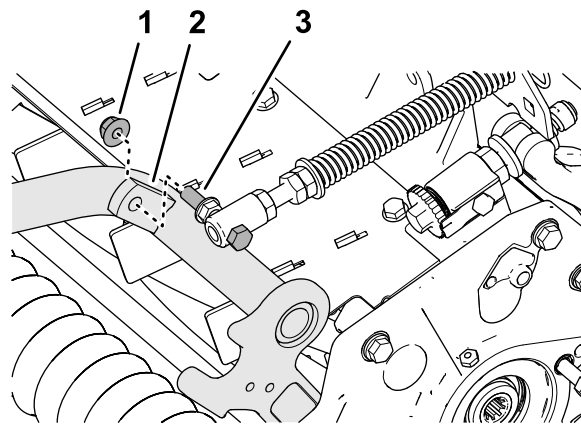

**Figure 12**
- Retirez le contre-écrou à embase ( $\frac{3}{8}$ ") qui fixe la vis du ressort de compensation sur la patte droite du bâti porteur, et retirez le ressort de compensation de l'unité de coupe (Figure 12).